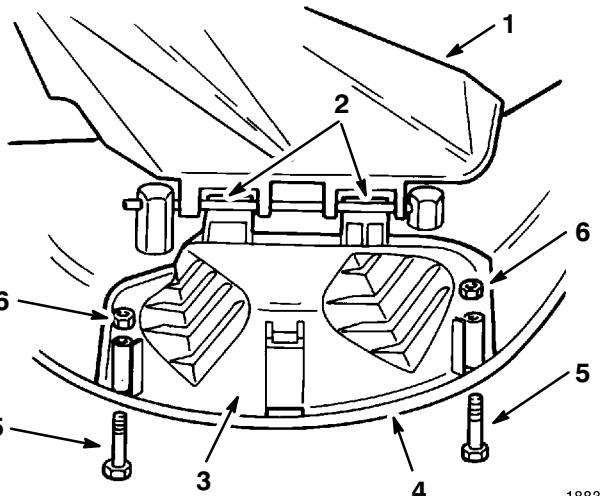

Abbildung 14
1. Das Grasablenkblech anheben und die Zungen oben an der Auswurfkanalabdeckung unter die Haltestange des Grasablenkblechs schieben. Die Auswurfkanalabdeckung über die Öffnung und auf die untere Lippe des Mähwerks herunter-drehen (Abb. 14).
2. Die Auswurfkanalabdeckung mit Schrauben und Muttern an der unteren Lippe des Mähwerks befestigen (Abb. 14).